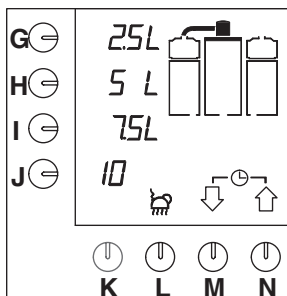

Fig. 7 Affichage avec les options par défaut
- Le témoin lumineux de l'interrupteur s'allume. Les options par défaut s'affichent sur l'écran de contrôle (fig. 7).